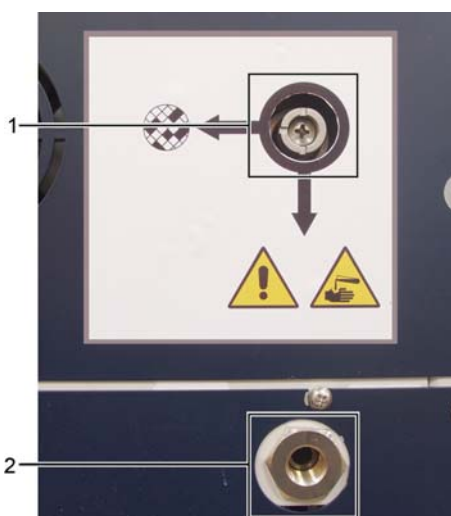

Figura 18. Válvula de selecção de vapores (1) e saída de vapores (2)
1. Ligue a saída de vapores do instrumento a um sistema externo (veja o item 2 na Figura 18).
3. Se necessário, desligue o sistema externo da saída de vapores (veja o item 2 na Figura 18). Pode deixar o sistema externo ligado uma vez que a válvula de vapores isola esta saída de forma eficaz.